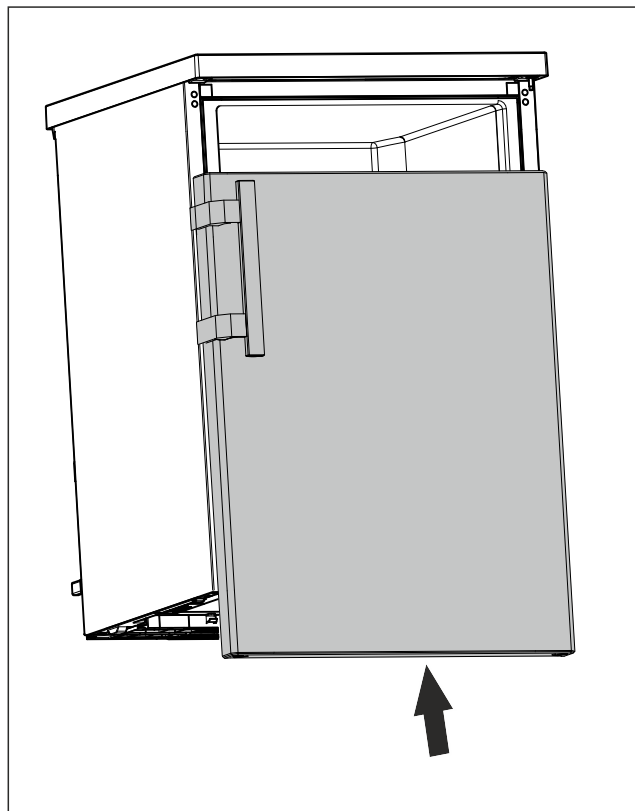

Fig. 19
- ▶ Når døren er lukket, skubbes den på den øverste bolt. (se Fig. 19)